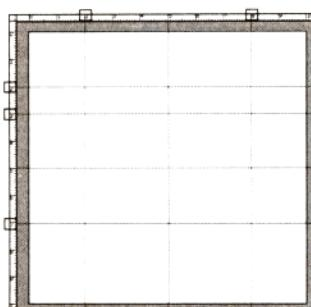

图 1-11
**2** 用以上方法，在水平标尺拉出参考线到垂直标尺位置的2cm、3cm、7cm度量处；在垂直标尺拉出参考线到水平标尺位置2cm、8cm度量处(图1-11)。